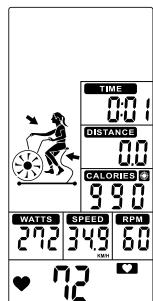

Figure 44
③Der voreingestellte KALORIEN-Wert zählt abwärts, ZEIT, ENTFERNUNG, WATTS, SPEED und RPM beginnen aufwärts zu zählen (Abbildung 44).
④Drücken Sie die START-Taste einmal, um in den PAUSE-Modus zu gelangen. Der Summer ertönt innerhalb von 30 Sekunden für 0,5 Sekunden. Alle Werte werden auf dem LCD-Display angezeigt und blinken alle 2 Sekunden. Wenn Sie das Training für 5 Minuten unterbrechen, ertönt der Summer 2 Sekunden lang und Sie gelangen in den Aufwachmodus. Drücken Sie START, um das Training fortzusetzen.
⑤Kein Signaleingang für 30s, der Summer ertönt 1s und wechselt in den Wake-up Modus.
③Preset CALORIES value counts down, TIME, DISTANCE, WATTS, SPEED & RPM start to count up. (Figure 44)
④Press START button once enter into PAUSE mode, Buzzer will sound for 0.5s per second within 30s. All values are displaying on LCD and flashing in every 2s. If continue to stop training for 5 minutes, buzzer sounds 2s and enter to Wake-up mode. Press START to resume workout.
⑤No signal input for 30s, buzzer sounds 1s and enter to Wake-up mode.